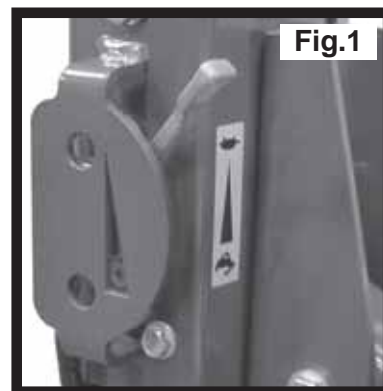
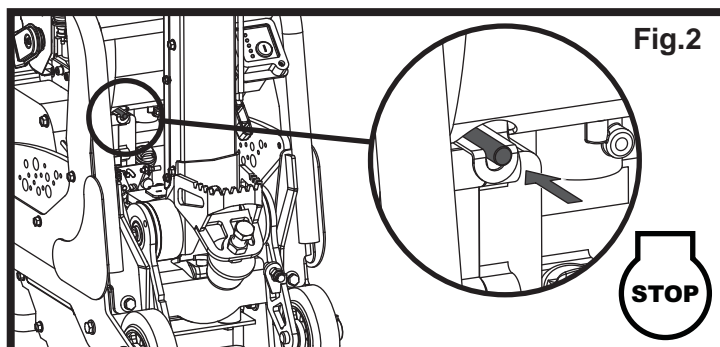

Fig.1
Fig.2
1. Pour arrêter le moteur, placer la manette des gaz au ralenti (Voir Fig. 1), appuyer ensuite et maintenir le bouton d'arrêt rouge pendant 5 secondes jusqu'à ce que le moteur s'arrête (Voir Fig. 2).